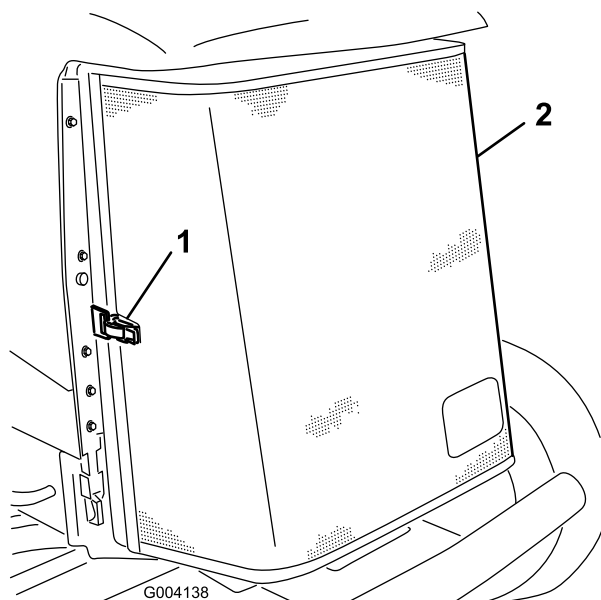

Figura 61
3. Sbloccate il morsetto e aprite la griglia posteriore (Figura 61).